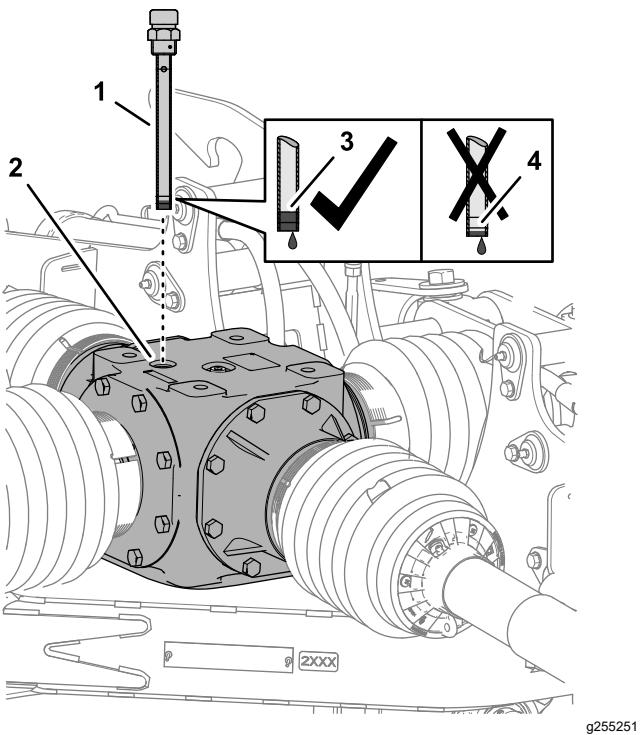
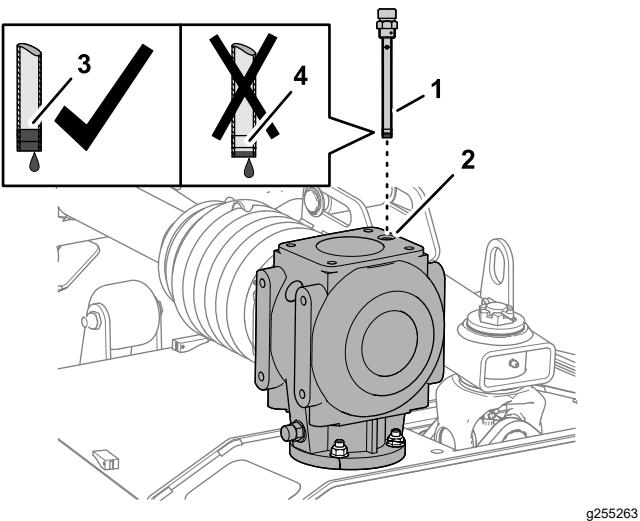

Figura 57
Figura 58
1. Togliete l'asta di livello dal relativo foro nella parte superiore della scatola ingranaggi centrale (Figura 57 o Figura 58).
2. Controllate il livello di fluido indicato sull'asta di livello (Figura 57 o Figura 58).
4. Avvitate l'asta di livello nel foro di riempimento e serrate l'asta di livello (Figura 57 o Figura 58).